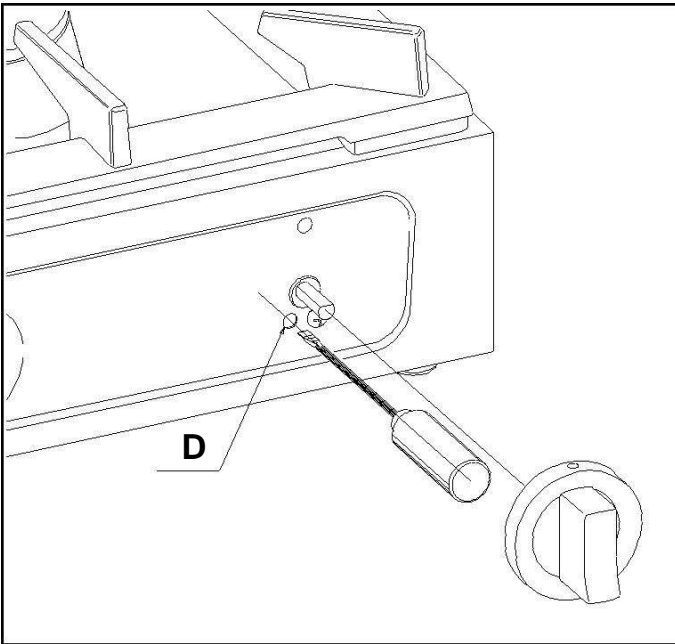

Рис. 3
4.1. 2 РЕГУЛИРОВАНИЕ РЕДУКЦИИ ПЛАМЕНИ (РИС. 3)